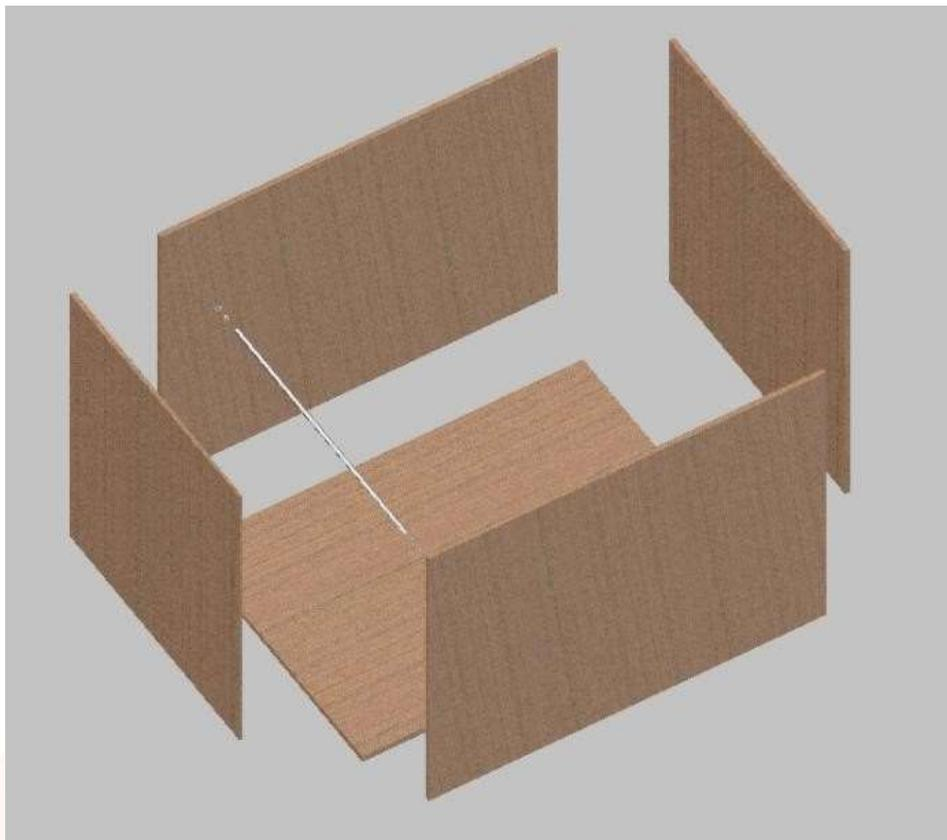

Figura 1. Detalles de la caja
- a. Caja con cuatro paredes verticales y un fondo (Ver Figura 1).